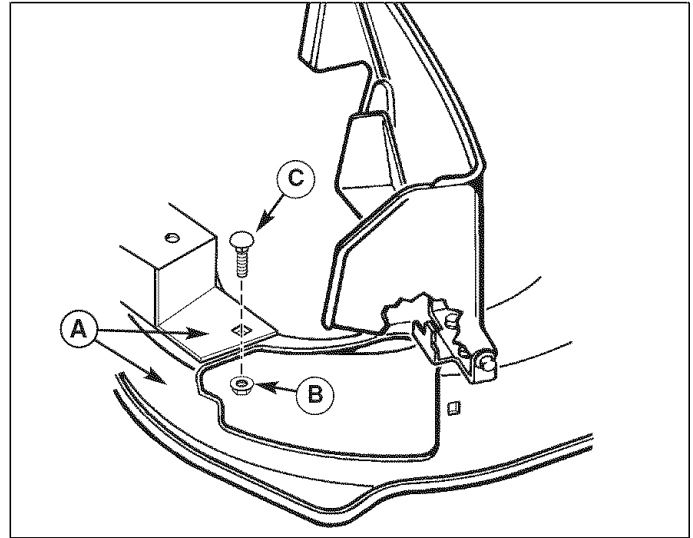

Figura 2. Quite el perno de carro
1. Quitar y desechan el perno de carro (C, figura 2) y tuerca de fijación (B) del soporte y de la cubierta del cortacéspedes (A).